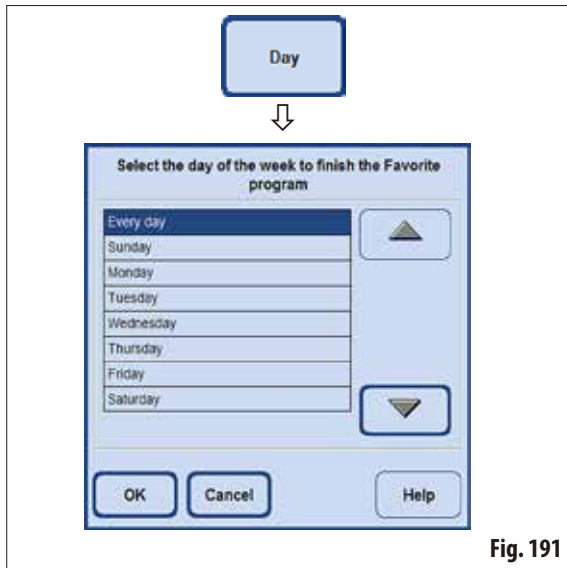

Fig. 191
- Selectați ziua dorită din listă și confirmați cu **OK** (Fig. 191).